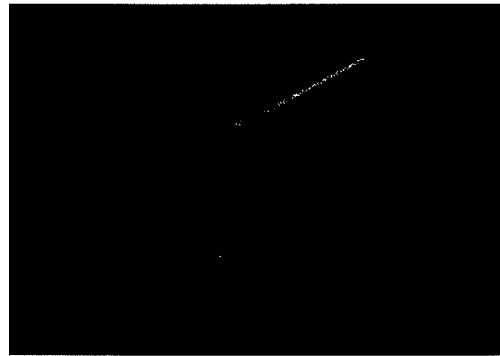

Figura 29
El orificio de carga del depósito de solución está ubicado en el costado izquierdo de la máquina (consulte la figura 29). Para cargar el depósito de solución, siga este procedimiento:
4. Llene el depósito de solución con agua limpia (consulte la figura 29).